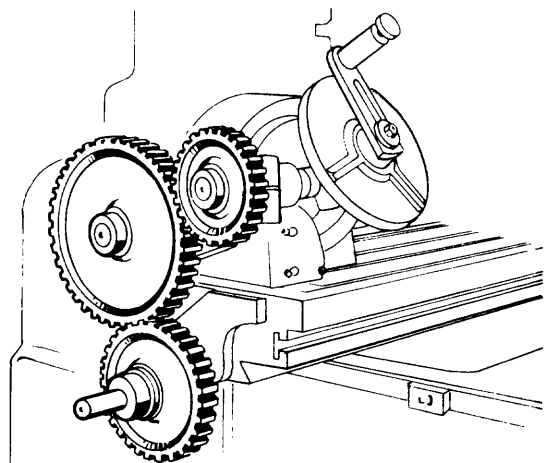

Fig. 4
- 2º paso - *Monte el soporte de engranajes y el tren de engranajes calculado (fig. 4).*